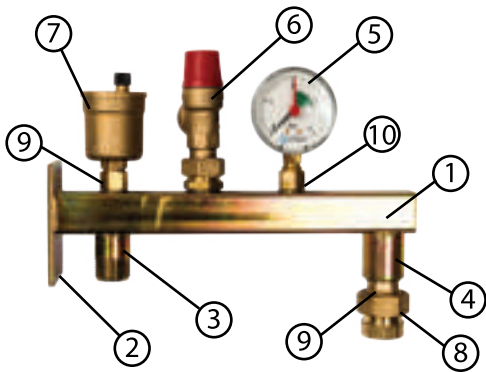

Рис. 15. Устройство группы безопасности для расширительных баков
Устройство группы безопасности для расширительных баков представлено на рис.15. Предохранительный клапан (6), автоматический воздухоотводчик (7) и манометр (5) смонтированы на полой стальной консоли квадратного сечения (1). Консоль снабжена прямоугольным фланцем с отверстиями (2) для закрепления ее на стене. Снизу к консоли приварены два патрубка для присоединения группы безопасности к трубопроводу системы теплоснабжения (3) и подключения расширительного бака (4) . Воздухоотводчик, манометр и быстроразъемное соединение для расширительного бака присоединены к консоли через пружинные запорные клапаны (8), (9) и (10), позволяющие при необходимости снять эти устройства без спуска воды из системы.